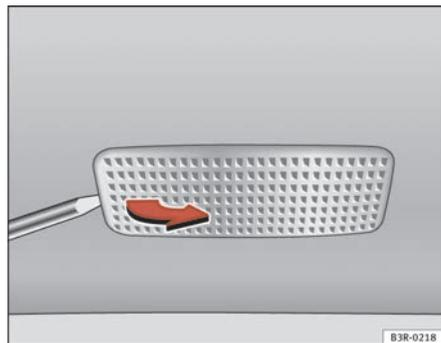

Fig. 223 Desmontagem da luz da pala do sol
- Retire a luz com cuidado, utilizando a parte plana da chave de fendas ⇒ fig. 223.